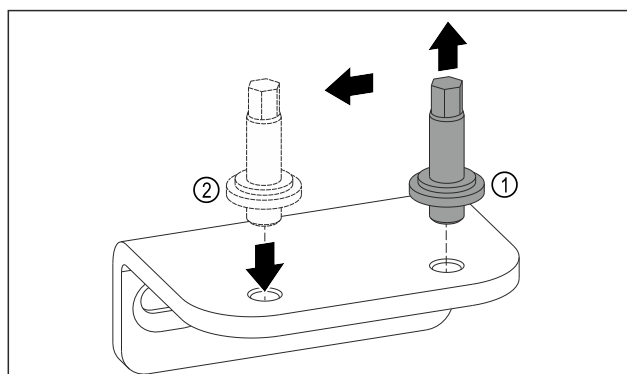

Fig. 11
- Odšroubujte šroub spodního stojanu ložiska pomocí imbusového klíče SW5. Fig. 11 (1)
- Zasuňte čep na opačné straně. Fig. 11 (2)